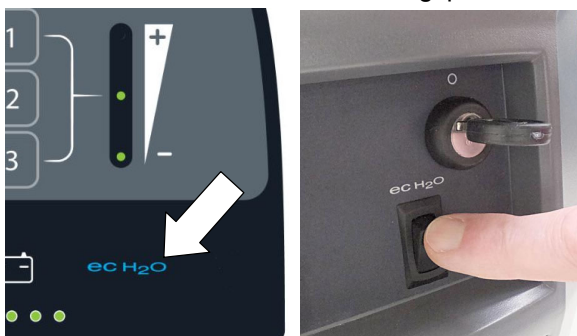

ABB. 66
3. ec-H2O- Modelle - The ec-H2O- System wird beim Start automatisch eingeschaltet. Um das ec-H2O- System auszuschalten, drücken Sie den ec-H2O- Schalter unter dem Schlüsselschalter (Abbildung 66).